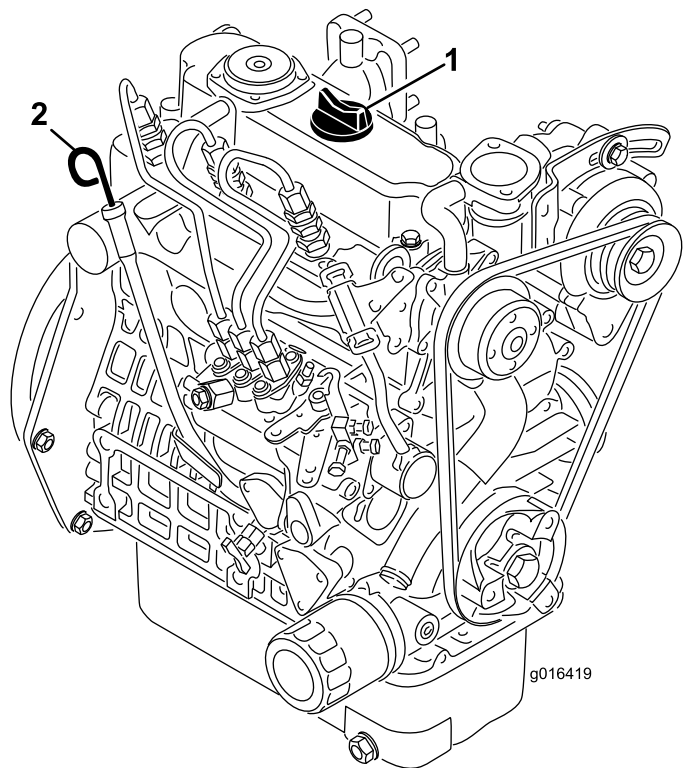

図 34
2. ディップスティックを抜きウェスで一度きれいに拭く(図 34)。